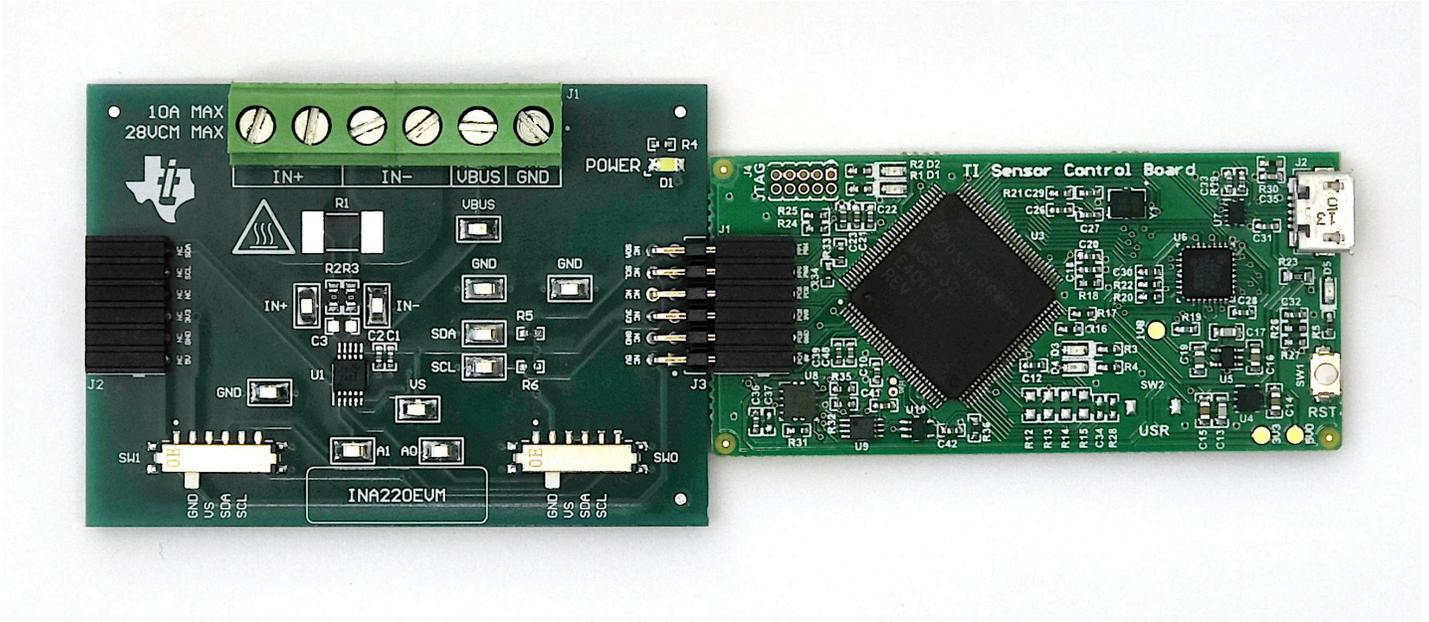

图 2-1. EVM (左) 连接到 SCB 控制器 (右)
3. 如图 2-1所示，将 EVM 连接到 SCB 控制器。
若要将 EVM 和 SCB 控制器 (单独销售) 搭配使用, 如图 2-1 所示连接 EVM。